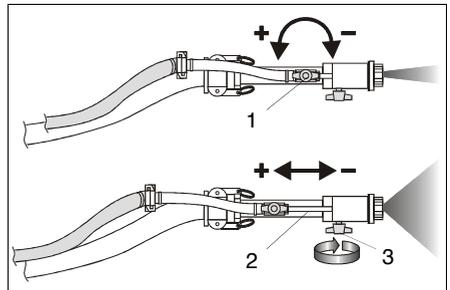

FIG.36 (Réglage lance de p...
- 7) Arrêter la machine en fermant la vanne sur la lance de projection (FIG. 36 - Réf. 1) et/ou portant le sélecteur "Marche - Arrêt" (FIG. 28/30/32/34 - Réf. 1) en pos. "0";
- 2) Ouvrir (+) la vanne sur la lance de projection (FIG. 36 - Réf. 1);
- 3) Régler la projection du matériau en déplaçant en avant et/ou en arrière (+ o -) le tuyau de l'air (FIG. 36 - Réf. 2) agissant sur la vis (FIG. 36 - Réf. 3) et le bloquant dans la position correcte.
- 1) Arrêter la machine en fermant (-) la vanne sur la lance de projection (FIG. 36 - Réf. 1);
- 2) Pour reprendre le travail ouvrir (+) la vanne sur la lance de projection (FIG. 36 -Réf. 1).
- 3) Arrêter la machine en fermant (-) la vanne sur la lance de projection (FIG. 36 - Réf. 1);